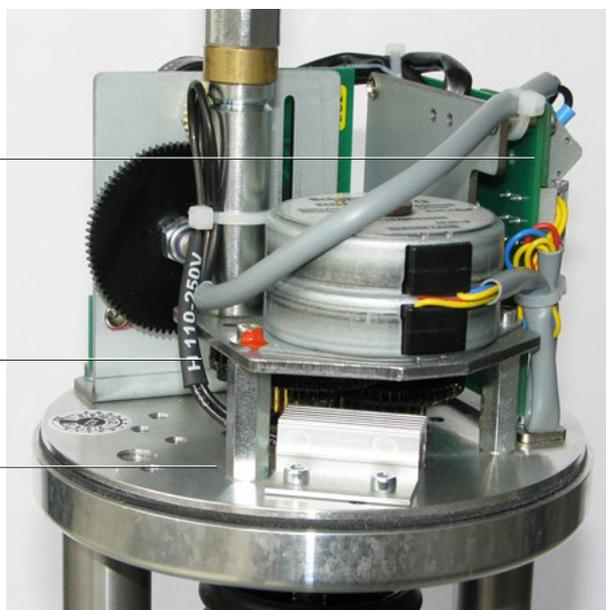

**Fig. 15 -**
- Reportez-vous aux figures 15 à 20 "Installation de l'appareil de chauffage 1 - 6 kN" pour l'orientation du produit et fixez le bornier anti-condensation à la carte principale à l'aide des vis fournies.